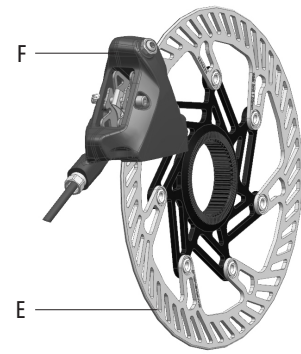

図2
- ・ ローター（E - 図2）
- ・ キャリパー（F - 図2）